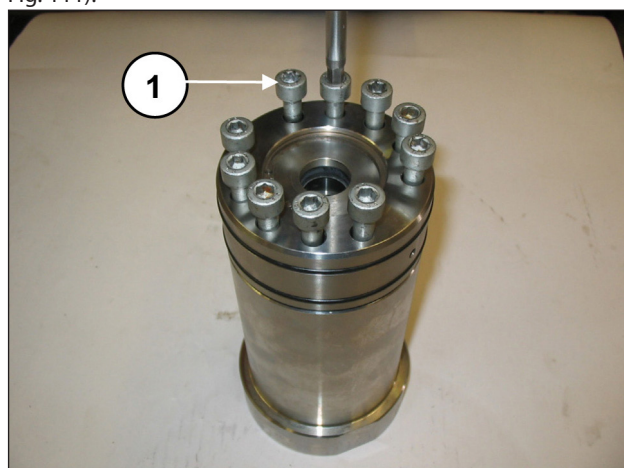
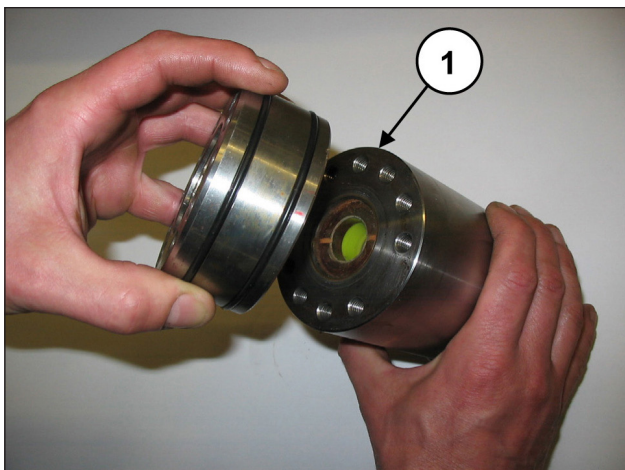

Fig. 110
Fig. 111
Extraer los tornillos M8x50 que fijan el soporte a la camisa (pos. ①, Fig. 110) y separar el soporte de la camisa (pos. ①, Fig. 111).